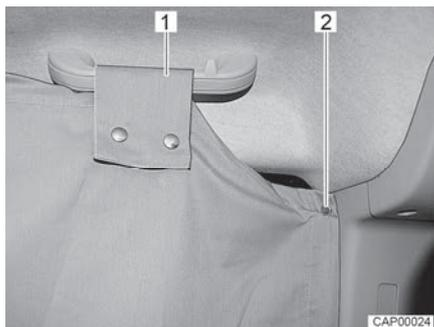

Fig. 17 Dispositif occultant de la cabine de conduite sur la vitre latérale
- Fixer le dispositif occultant de la cabine de conduite d'un côté de la cabine de conduite. Fixer pour ce faire deux boutons pression (Fig. 17,2) derrière la vitre latérale sur le montant B.
- Former une boucle (Fig. 17,1) sur la poignée au-dessus de la vitre latérale et la fixer avec les boutons pression.